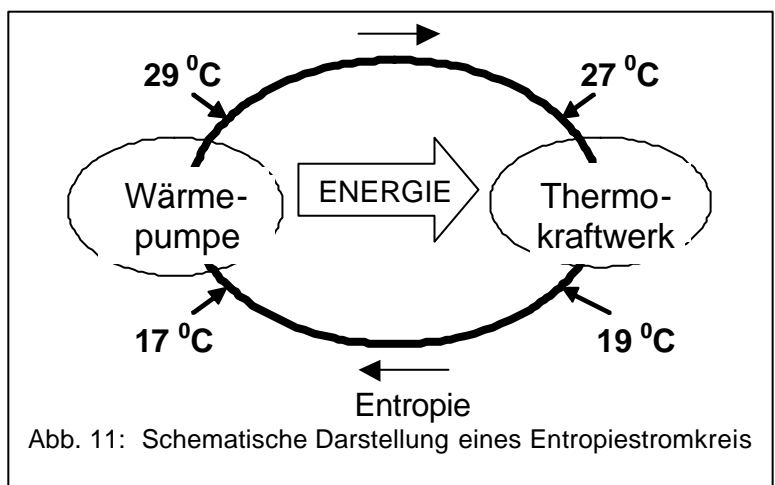

Abb. 11: Schematische Darstellung eines Entropiestromkreises
- Abbildung 11 zeigt das zugehörige Energieflussbild.